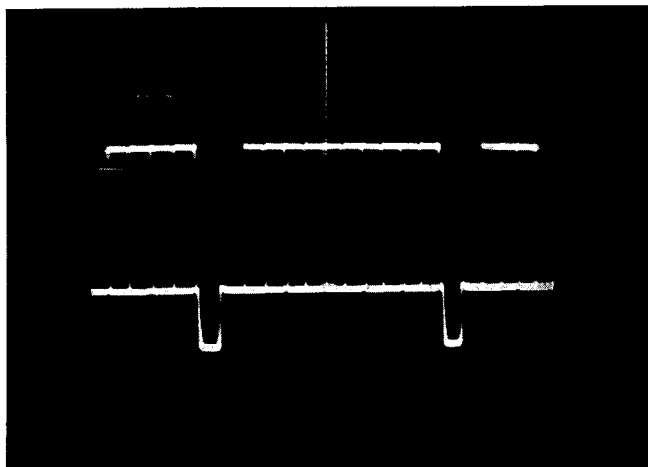

Bild 9 Zeilenfrequentes Videosignal, einem Bildmuster-generator entnommen.
Oszillograph kann dann das Signal bis zur Steuerelektrode der Bildröhre verfolgt werden. Bild 9 zeigt das Zeilenoszillogramm des Schachbrettsignals vom NORMMENDE-Fernsehsignalgenerator FSG 957, aufgenommen mit dem Universaloszillographen UO 963.
6. Mit Regler 6b von links nach rechts drehend Oszillogramm einzufangen versuchen. Es erscheinen zunächst drei Vorgänge (wie im Bild 9), beim Weiterdrehen auch zwei und schließlich auch ein Vorgang.